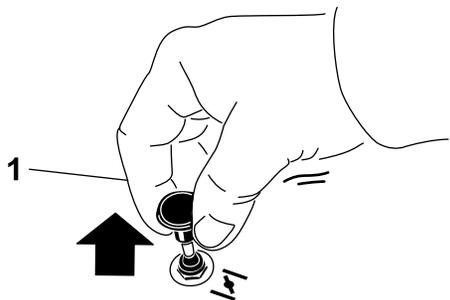

Figura 20
2. Tire hacia arriba del mando para activar el estárter antes de girar la llave del contacto (Figura 20).
3. Presione hacia abajo el control del estárter para desactivar el estárter después de que el motor arranque (**Figura 20**).